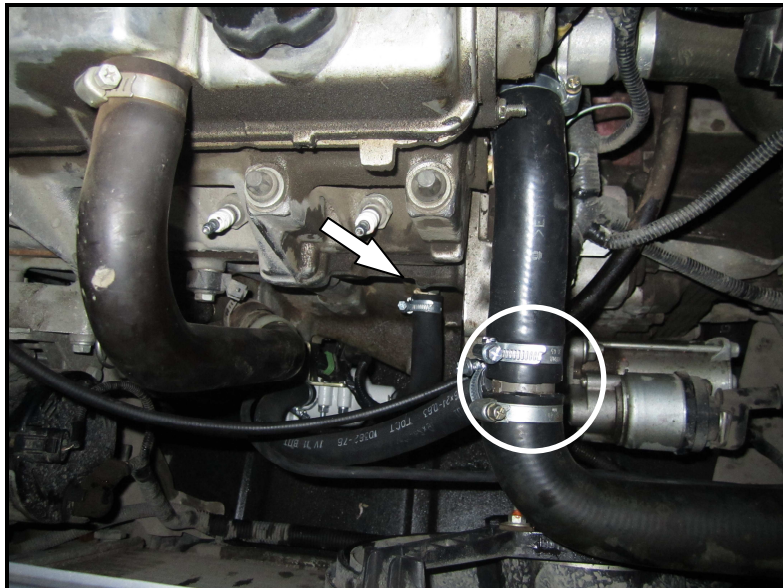

Рис. 2. Монтаж штуцера K1/8, тройника с выходным патрубком.
- 3.8. Нанести герметик на резьбу штуцера К 1/8" и ввернуть его вместо сливной пробки (Рис.2).
- 3.12. Для установки тройника разрезать рукав, соединяющий головку цилиндров и верхний патрубок радиатора рядом с изгибом на прямом участке (Рис.2). Вставить в разрез тройник, предварительно одев хомуты, боковой отвод тройника ориентировать вниз под углом 30% к вертикали. Соединить выходным рукавом выходной патрубок подогревателя с боковым отводом тройника и уплотнить все соединения хомутами.